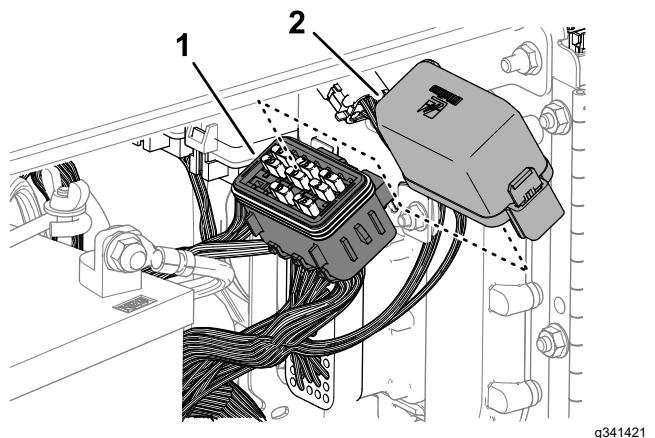

Bild 161
2. Nehmen Sie die Abdeckung vom Sicherungskasten ab (**Bild 161**).